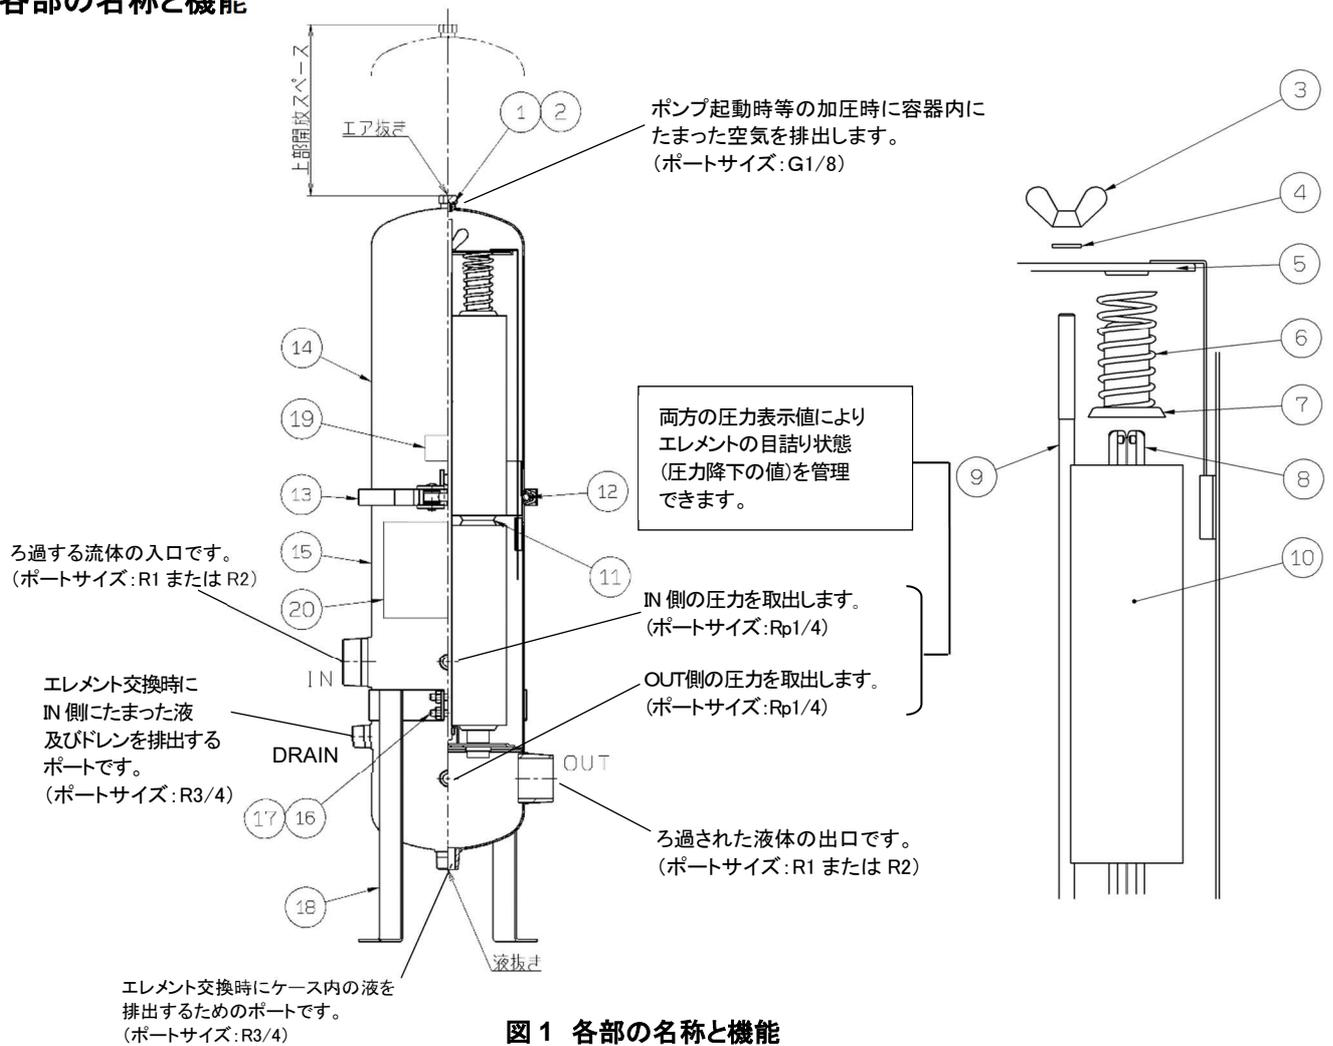

図1 各部の名称と機能
<p>5-2 【エレメントの取外し】</p> <p>①蝶ナット、座金を取り外してください。 ②エレメント押え板を取り外してください。 ③エレメント取付け金具(エレメントホルダおよびスプリングが一体化した部品)を取り外してください。 ④エレメント、ジョイント、(エレメントガイド)の順に取り出してください。 ※エレメントガイドは無理に取り出す必要はありません。 エレメントガイドを取り出すことによりエレメント、ジョイントを一括して取り出すこともできます。(P7 図 1 左図参照) 注)焼結エレメント、ペーパーエレメントの場合はジョイント不要です。</p> <p>⚠ 注意 高温の場合はやけどに注意してください。</p>
①交換時の異物の混入を防ぐため、事前に必ずフラッシングを行って異物の流出がないことを確認してから、使用を開始してください。
②マイクロメッシュエレメント及び焼結エレメントを再生利用する場合は、エレメントのエンドプレートとパッキン間のゴミを完全に除去してください。
③エレメントガイドを取り外した時は取付けてください。
④エレメント、ジョイント、エレメント、エレメント取付金具の順に同心になるように正しく差し込んでください。(P7 図 1: 左図参照)